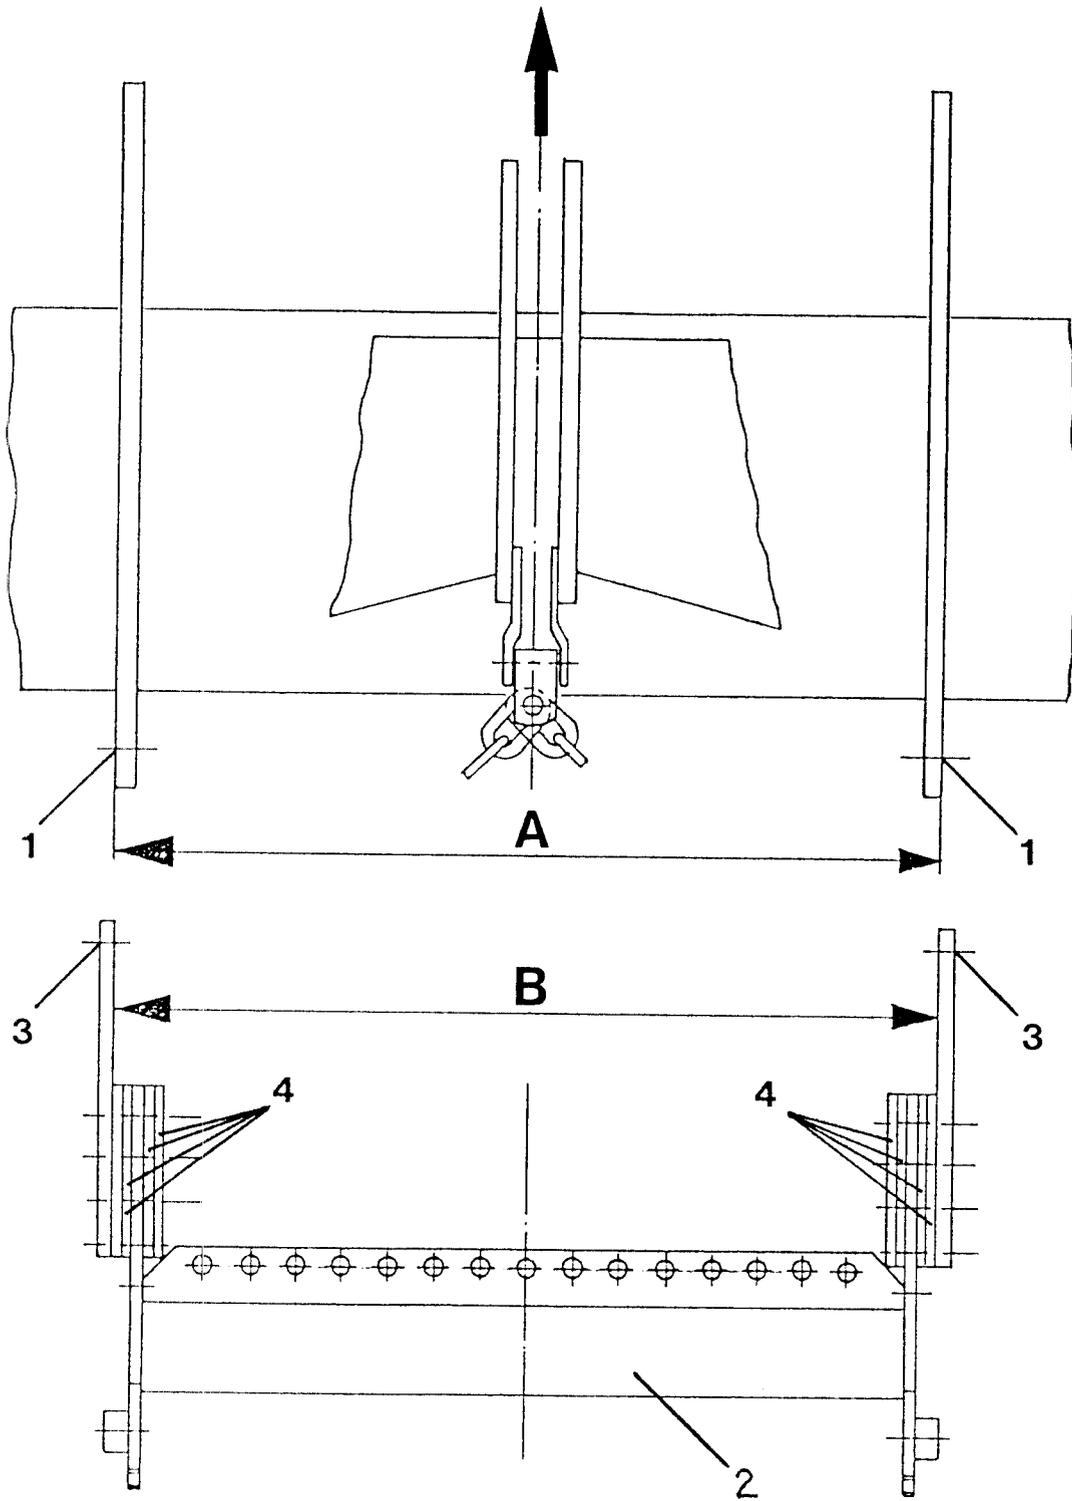

Fig. 8
- Mesurer la distance "A" (fig. 8) entre les chapes d'attelage arrières inférieures de votre outil de travail de sol (fig. 8/1).
- . cadre d'attelage (fig. 8/2)
- . bras de jonctions (fig. 8/3) et
- . entretoises (fig. 8/4)
Régler la distance "B" à l'aide d'entretoises (fig. 8/4).
En général, la longueur "L" obtenue ne peut pas se régler parfaitement avec précision. En effet, le réglage ne peut s'opérer que par fractions de 50 mm, conditionnées par les groupes de perçages garnissant le cadre d'attelage (fig. 8/2) et les bras de jonctions (fig. 8/3).